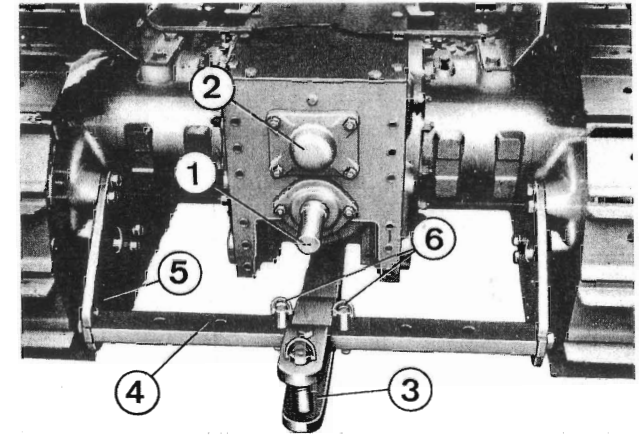

Fig. 14 - Presa di forza, presa di moto, dispositivo di traino.
- Con le macchine trainate, azionate dalla presa di forza, ricordare di bloccare la barra oscillante sul settore (fig. 14).
E' accessibile togliendo il coperchio 2 fig. 14.
Viene impiegata per il traino degli attrezzi, le macchine agricole e per i rimorchi a due assi (fig. 14).
Per il traino di macchine ed attrezzi che lavorano disassati (es. pressaforaggio, trinciacaricaforaggio, ecc.) è possibile vincolare fuori asse la barra sulla traversa, facendo uso degli appositi perni (fig. 14 rif. 6).
La barra di traino, è anche regolabile in altezza, entro certi limiti, e ciò al fine di poter allineare il timone dell'attrezzo con la barra stessa (fig. 14 rif. 5).